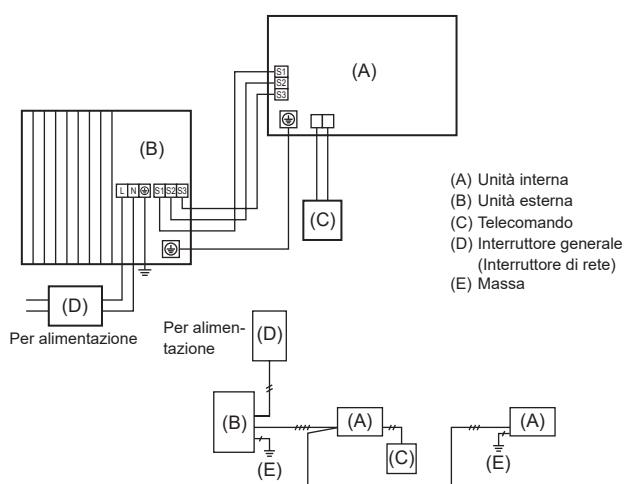
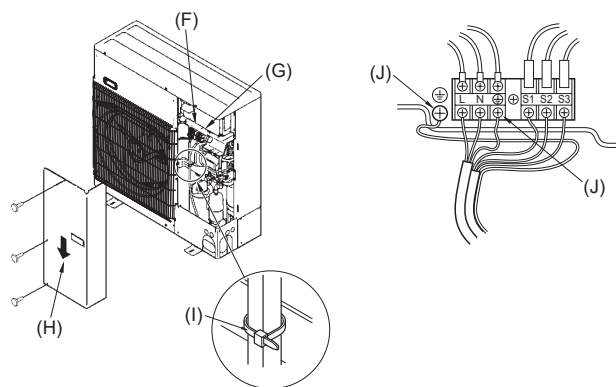

Fig. 6-1
Fig. 6-2
### 6.1. Unità esterna (Fig. 6-1, Fig. 6-2)
- (1) Rimuovere il pannello di servizio.
- (2) Posizionare i cavi secondo la Fig. 6-1 e la Fig. 6-2.